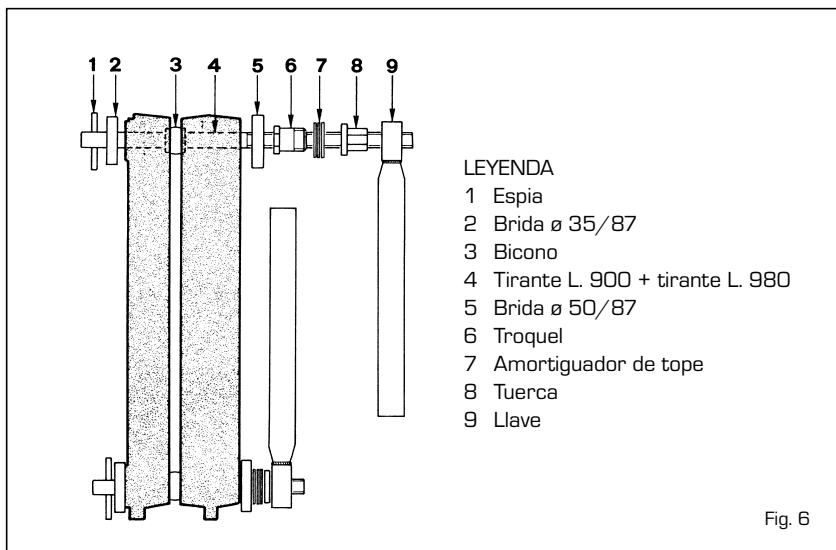

Fig. 6
- ensamblar los elementos con el apósito kit formado por una pareja de tirantes para el ensamblaje con los relativos accesorios cód. 6050900 (fig. 6), aplicando la presión simultáneamente sobre el bicono superior y sobre el inferior.